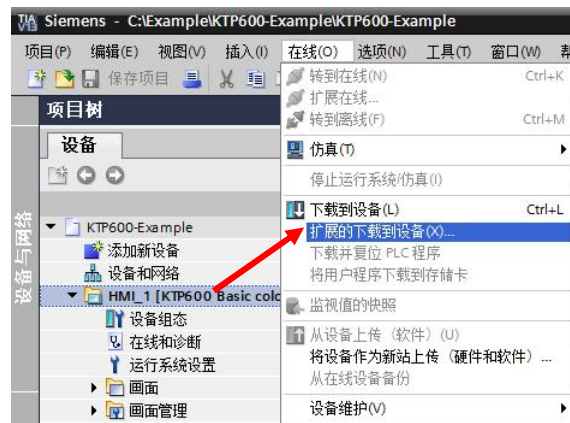

图 2-10
2. 在项目树中选中设备“KTP600 Basic color DP”，点击工具栏中下载图标  或点击菜单“在线 > 下载到设备”。当第一次下载项目到操作面板时，“扩展的下载到设备”对话框会自动弹出，在该对话框中选择协议、接口或项目的目标路径。如图 2-10。注意：该对话框在之后的下载中将不会再次弹出，下载会自动选择上次的参数设定进行。如果希望更改下载参数设定，则可以通过单击菜单“在线 > 扩展的下载到设备”来打开对话框以进行重新设定。